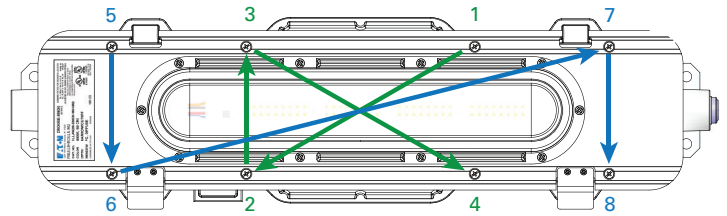

Figure 9. Emplacement des vis du boîtier du pilote
2. Pour accéder aux connexions du câblage d'entrée du luminaire, desserrer les huit (8) vis de couvercle en acier inoxydable no. 10-32 x 75 (voir figure 9) jusqu'à ce que les vis soient dégagées du boîtier du pilote. Les vis sont de type imperdable et ne doivent pas être complètement retirées de l'ensemble moteur d'éclairage.
7. Réinstaller le raccord du moteur d'éclairage et serrer les huit (8) vis de montage du couvercle à un couple de 23 po-lb (2,6 N-m) en utilisant la séquence de serrage indiquée à la figure 9. Vérifier qu'aucun câblage de luminaire n'est pincé ou coincé entre le moteur DEL et le boîtier du pilote. Introduire toutes les vis avant de les serrer.
6. Vérifier que tous les fils sont acheminés correctement et qu'ils sont entièrement contenus dans le boîtier du pilote sans pincer aucun fil lorsque le raccord de moteur d'éclairage est remis en place. Remplacer le couvercle sur le boîtier du pilote du luminaire en respectant l'ordre de serrage de la figure 9.